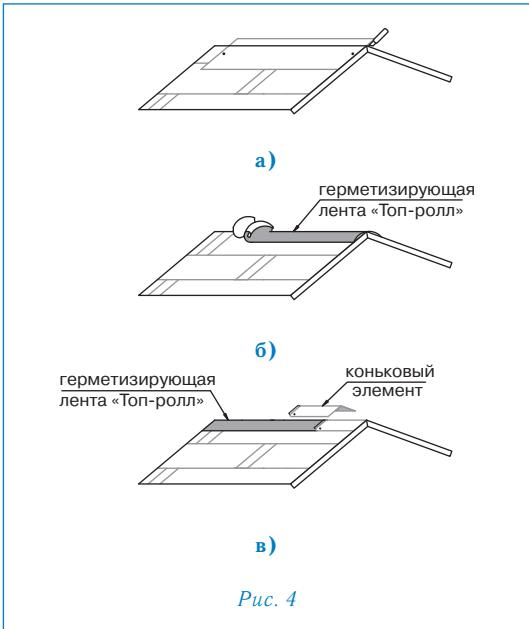

Рис. 3
Ендова (рис. 3)
- ровно по центру ендовой устанавливается профиль ендовой (цинк-титан 0,7 мм, развертка 67 см) (рис. 3а);
Внимание: 1. Необходимо также подрезать верхний уголок обрезанного края листа (см. рис. 3в) для правильного стока воды.
4. В случае, если скоба «Компакт-клип Цинк-Титан» приходится на место обреза листа, можно либо обрезать накладку, оставив минимум 2 см в нижней части (рис. 3в), либо произвести укладку листов без использования накладки.